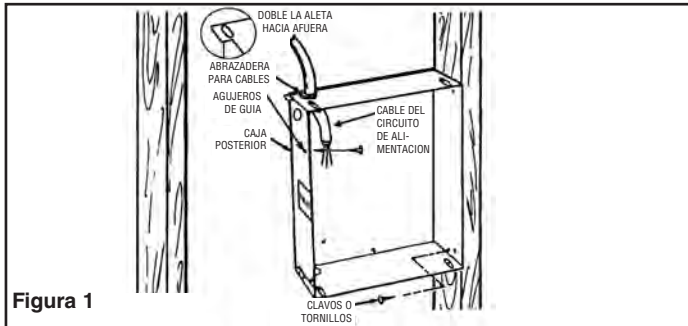

Figura 1
13. Al tender los cables, la alimentación eléctrica debe ingresar a través de pre-punzonados ubicados en el lado izquierdo de la caja posterior. No use los pre-punzonados del lado derecho de la caja posterior. Vea la Figura 1. Para determinar cuál es el lado izquierdo y cuál el derecho: 1.) Oriente la caja posterior de manera que la marca 'ARRIBA' ('TOP') y las flechas estén visibles y en posición vertical; y 2.) Asegúrese de que la plataforma del ventilador esté orientada con el lado del elemento calefactor sobre el lado 'ARRIBA' ('TOP') de la caja posterior.
- Posicione la caja posterior de lado contra el travesaño o viga del cielorraso, y asegúrela mediante clavos o tornillos, como se muestra en la Figura 1.
NOTA: La caja posterior debe instalarse en un travesaño de la pared o viga del cielorraso, y asegurarse mediante clavos o tornillos, como se muestra en la Figura 1.
NOTA: En los lados de la caja posterior se han provisto agujeros de guía para tornillos para chapa No 8. Después de haber terminado la pared o el cielorraso, inserte un tornillo para chapa M4 (No 8) (longitud recomendada: 25 mm / 1") a través del lado de la caja que no está montado en el travesaño. Esto impedirá que la caja salga hacia afuera cuando se instale el conjunto del calefactor. (Vea la Figura 1).
- El borde de la caja posterior debe instalarse enrasado con la superficie terminada. Determine cuál de los lados de la caja posterior va a montarse contra un travesaño o viga, y **doble las aletas de los ángulos posteriores 90° hacia afuera, de manera que la caja quede escuadrada con el travesaño después de la instalación.** (Vea la Figura 1).
NOTA: En los lados de la caja posterior se han provisto agujeros de guía para tornillos para chapa No 8. Después de haber terminado la pared o el cielorraso, inserte un tornillo para chapa M4 (No 8) (longitud recomendada: 25 mm / 1") a través del lado de la caja que no está montado en el travesaño o viga. Esto impedirá que la caja salga hacia afuera cuando se instale el conjunto del calefactor. (Vea la Figura 1).